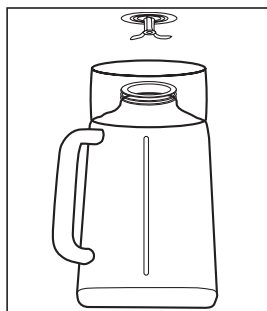

FIGURE 2
3. Introduire l'ensemble lame dans le récipient (Figure 2).